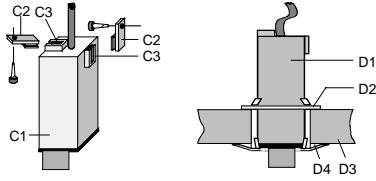

Bild 4: Montage des Empfängers
### Montage des Empfängers (Bild 4)
- Beim Helligkeitssensor GE 254 kann der Empfänger auch auf einem Montageträger befestigt werden (siehe Bild 4).